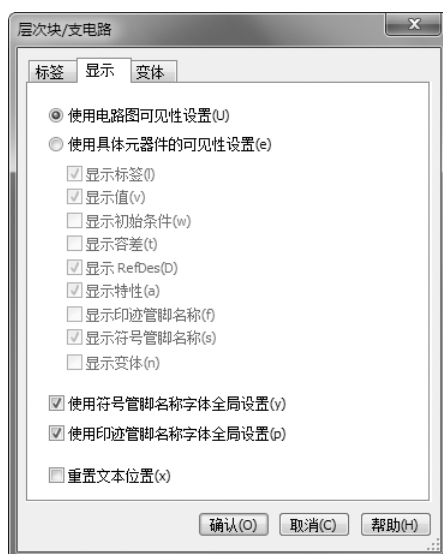

图 5-38 “显示”选项卡
- 2) 打开“显示”选项卡，如图 5-38 所示，显示各选项参数。